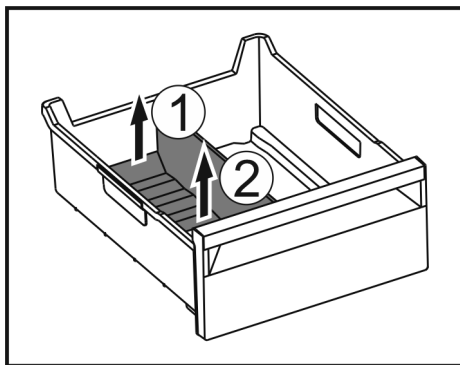

Fig. 146
- Løft opp baksiden av isrom-deleren. Fig. 146 (1)
- Ta ut isrom-deleren oppover. Fig. 146 (2)